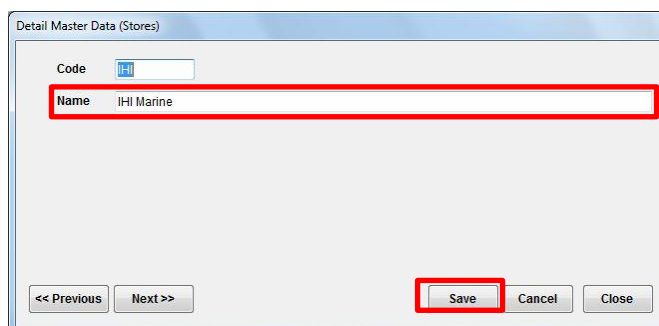

図 13.4 Detail Master Data (Stores) (Edit Mode)
5. [Modify]ボタンをクリックすると、“Detail Master Data (Stores) (Edit Mode)”が表示されます。(図.13-4)